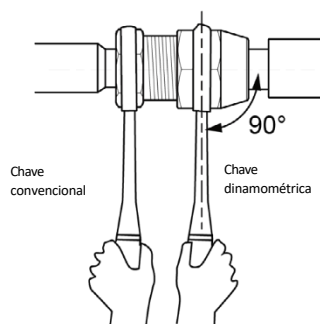

Fig. 17
- 3 Aperte firmemente a porca cônica com uma chave dinamométrica até que a chave emita um clique (segure o cabo da chave e coloque-a em ângulo reto em relação ao tubo, ver Fig. 17).